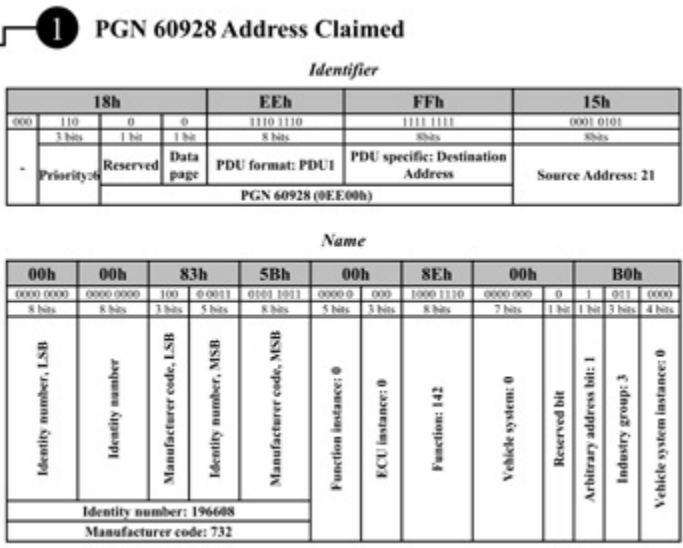

Figura 7. Esempio: Messaggio di indirizzo richiesto.
- Quando il sensore viene attivato, invia un messaggio di indirizzo richiesto conformemente al PGN 60928 come illustrato nell'esempio di Figura 7 a pagina 10. Il messaggio è composto da: